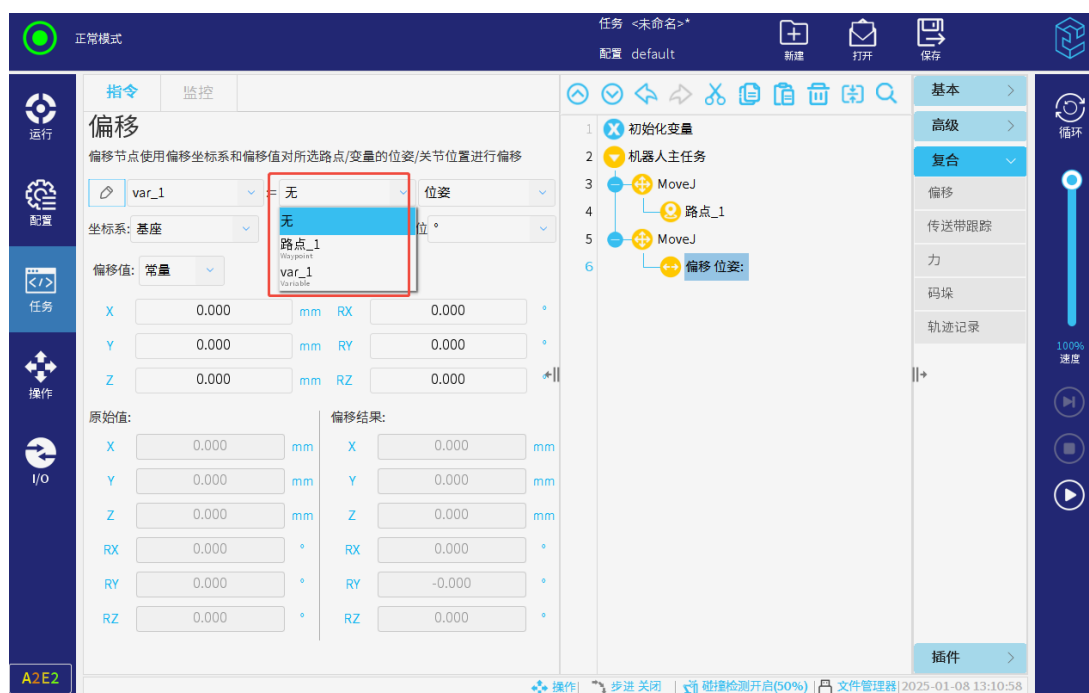

图 3-112: 选择数据源
- 点击首行第二个下拉框，选择处于固定位置的路点、任务或配置变量作为位姿或关节角的数据源，如图 3-112所示。